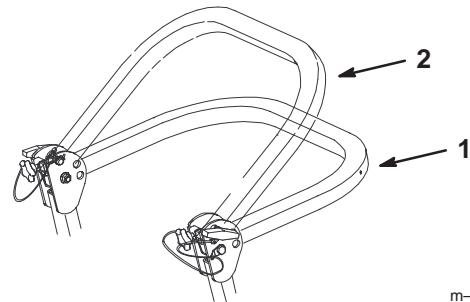

Figure 2
3. Amenez l'arceau de sécurité à la position abaissée. La position abaissée est à deux niveaux (voir Figure 2).